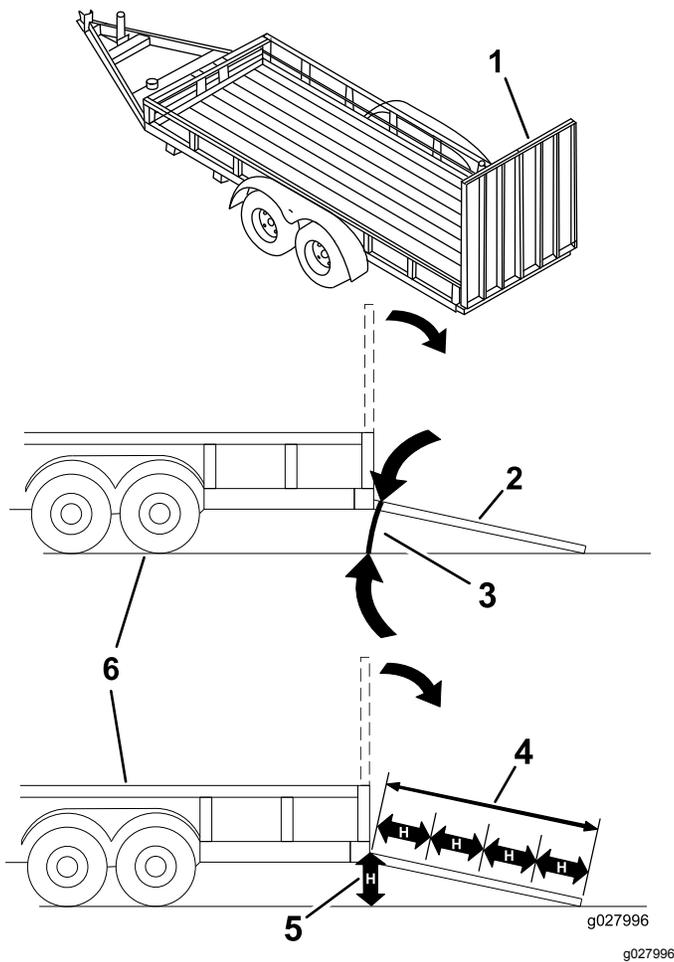

Figura 28
Colocar uma máquina num reboque ou camião aumenta a possibilidade de capotamento e pode provocar graves ferimentos ou morte (Figura 28).
1. Baixe a rampa, certificando-se de que o ângulo entre a rampa e o solo não é superior a 15 graus (Figura 28).